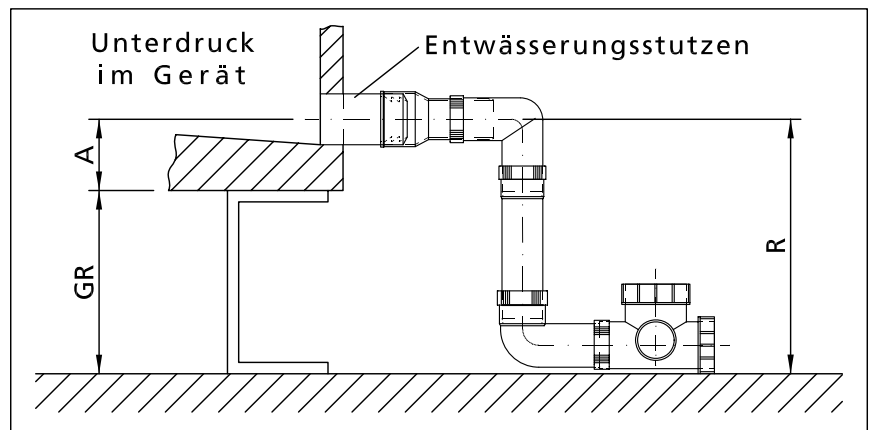

Bild 4
5. Der Abstand zwischen Einlaufmitte des Siphons und Fussboden muss  $\geq R$  (min. 140 mm) sein (Bild 4).
6. Der Einlauf zum Siphon erfolgt über einen der beiden Gewindeanschlüsse (1½") des Rückschlagventils (9). Der nicht belegte Gewindeanschluss ist mit der Gummironde (10) und der Schraubkappe (11) zu verschliessen.
7. Der Anschluss des Siphons an den Entwässerungsstutzen erfolgt über das mitgelieferte Anschlussstück (2) und einer der beiden Gummimanschetten (1a oder 1b). Kondensatabläufe mit dem Durchmesser 40 mm werden direkt mit der Quetschverschraubung des Bogens (5) angeschlossen.
8. Eine Ablaufverlängerung kann mit einem zweiten Tauchrohr (6) hergestellt werden. Im Bedarfsfall bitte gesondert bestellen.
10. Im Bedarfsfall kann der Siphon über die Verschlusskappe (11) entwässert werden.
**Achtung:** Beim späteren Schließen der Schraubkappe Dichtung (10) wieder einlegen.